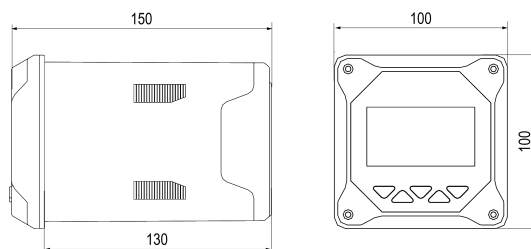

Рисунок 4.2 – Габаритные размеры
1. Подготовить в щите управления монтажный вырез с учетом габаритных размеров (см. рисунок 4.2).